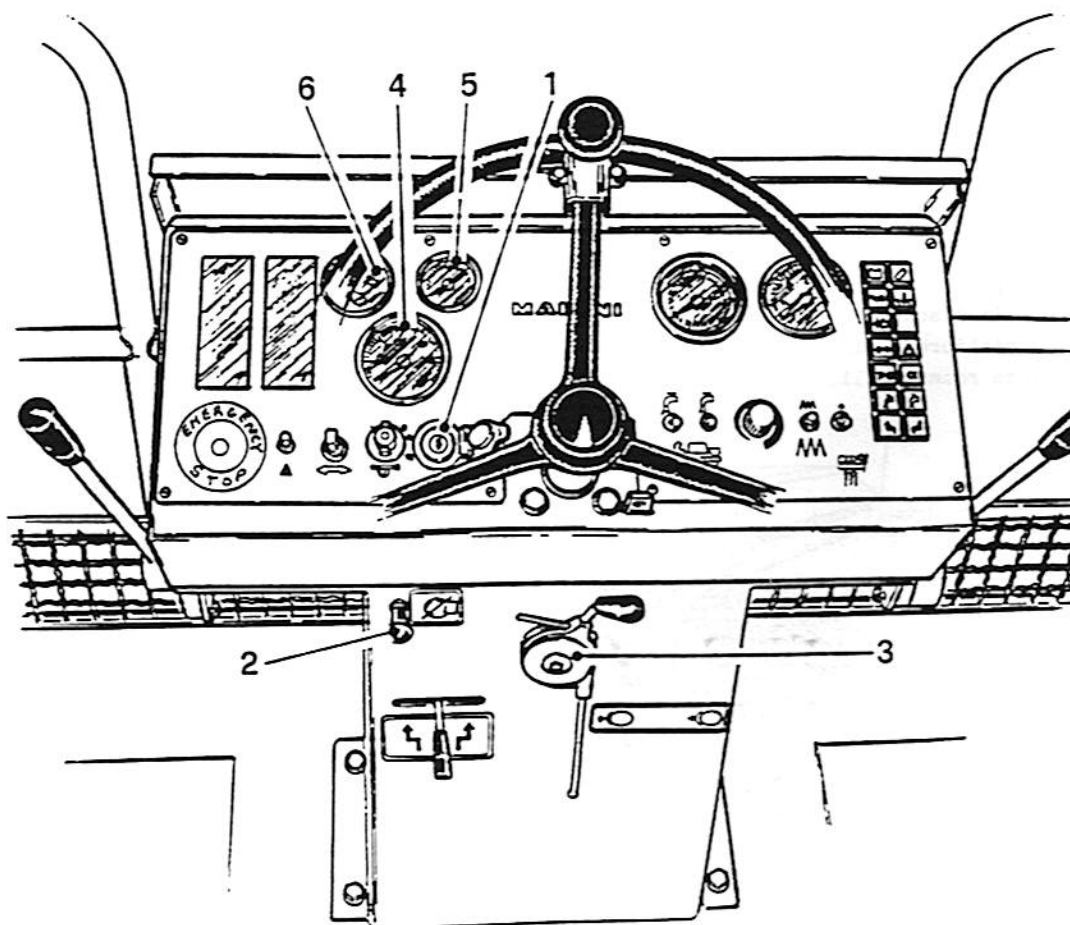

Fig. B.2
B1) Comandi per la marcia (Rif. Fig. B.2)Chiave di contatto e avviamento (1)